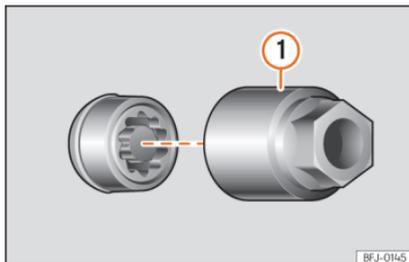

Fig. 34 Parafuso antirroubo da roda com capa de proteção e adaptador.
- Encaixe o adaptador especial »» Fig. 34 ① (ferramenta de bordo »» Página 46) no parafuso antirroubo da roda até ao limite.